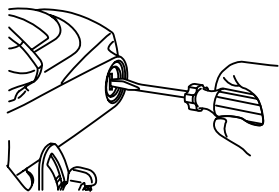
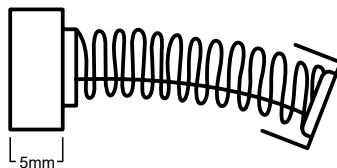

FIGURA 8.1
FIGURA 8.2
- Para inspecionar, use uma chave de fenda para remover as tampas dos porta-escovas quando acessível (figura 8.1). Troque-as quando estiverem com desgaste que impossibilite o funcionamento do produto ou 5mm, conforme figura 8.2. Após feche as tampas dos porta-escovas.